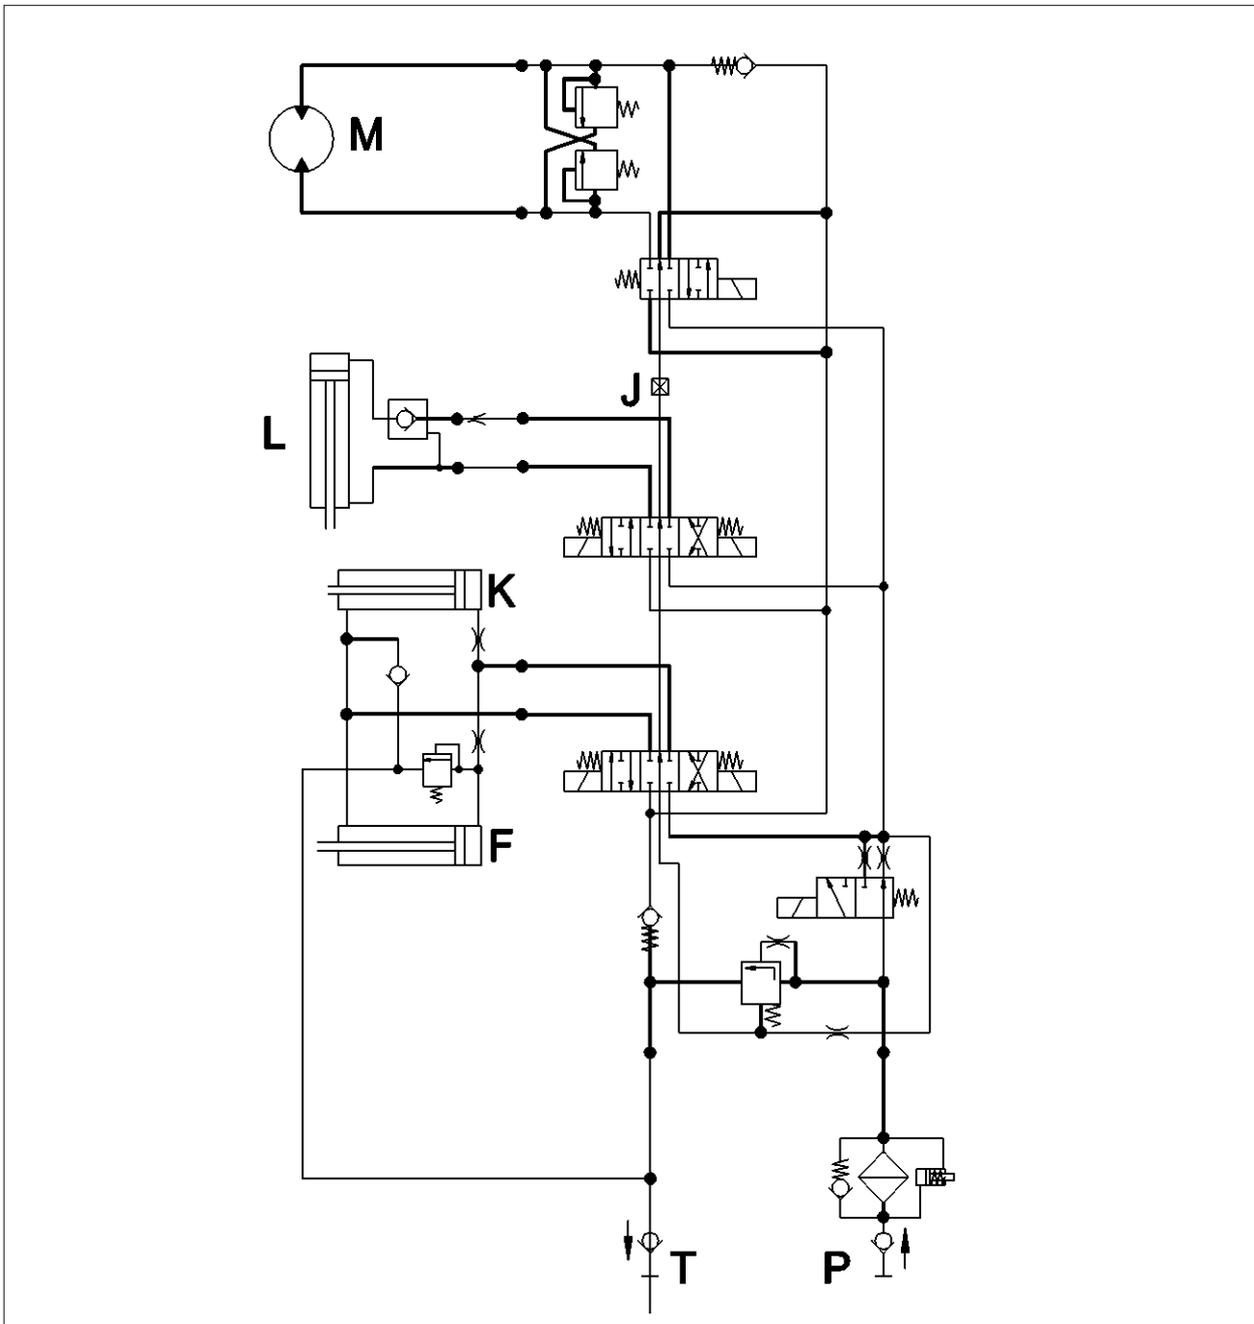

Fig. 63
c. Défaillance dans la centrale hydraulique. Vérifiez le tiroir des électrovannes correspondante. Voir fig 63 pour un aperçu des tiroirs et leurs fonctions.
La fig. 63 montre le diagramme du circuit hydraulique de modèle BW1400C